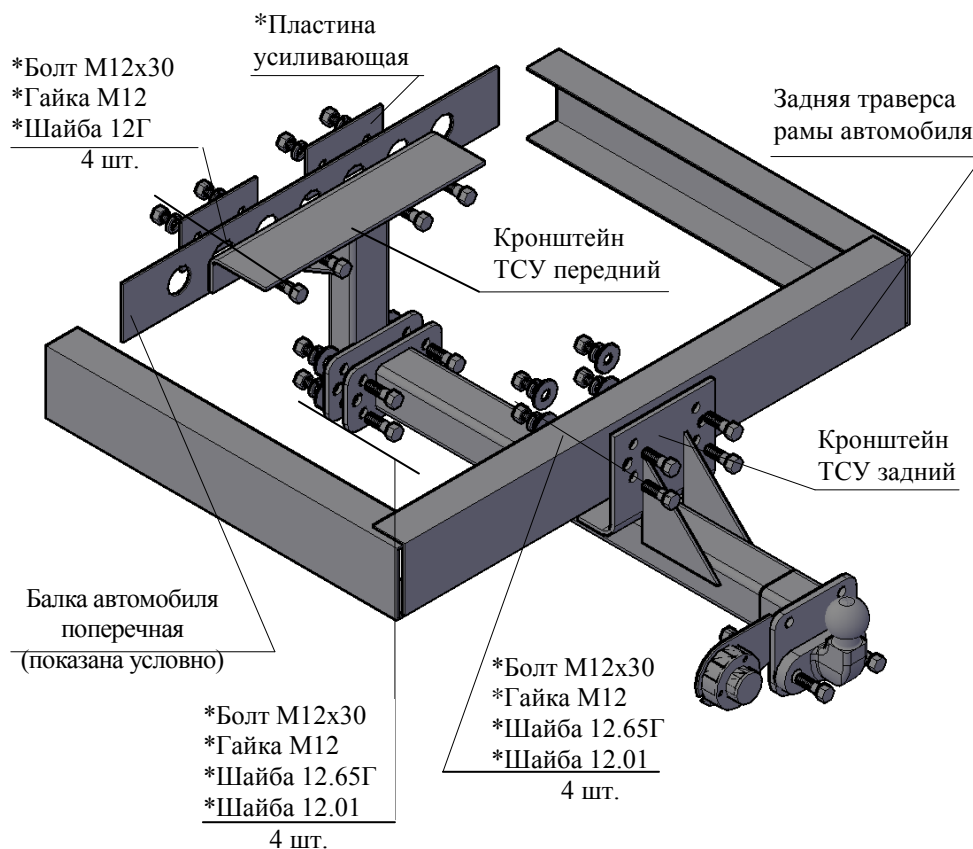

РИС.1 Тягово-сцепное устройство ТСУ 3163.К2
2.1 ТСУ 3163.K2 в сборе (рис.1)	1 шт.
2.2 Пакет для монтажа (см. рис.1)	1 шт.
4.2 Закрепить передний кронштейн ТСУ четырьмя болтами М12х30 на поперечной балке автомобиля в соответствии с рис.1, используя существующие технологические отверстия.